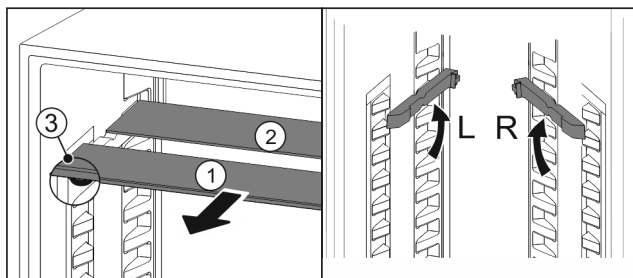

Fig. 120
- Extrageți Fig. 120 (1) pe rând plăcile de sticlă spre înainte.
- ▷ Placa de sticlă Fig. 120 (1) cu șipca decorativă se află în
- ▷ Opritoarele Fig. 120 (3) indică în jos.